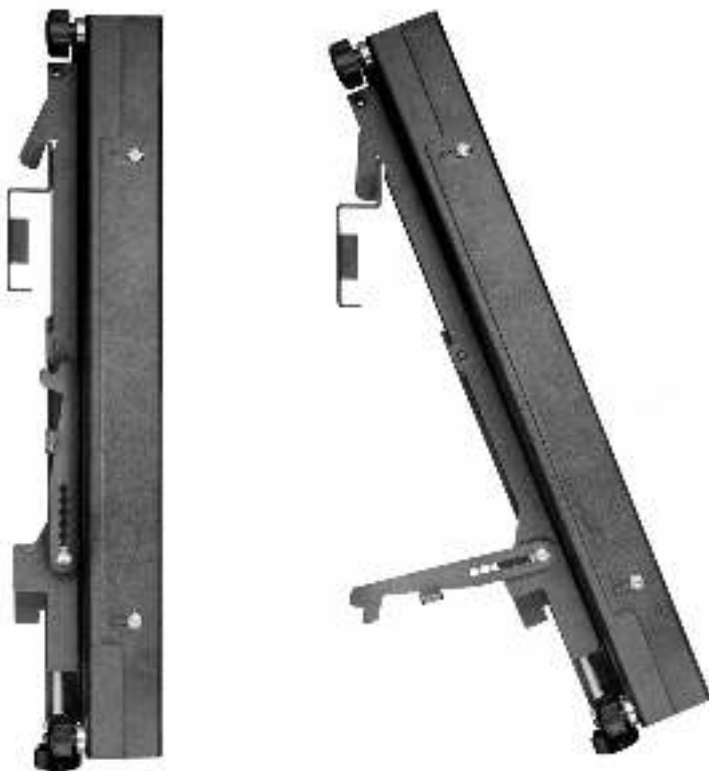

Рис. 3 Кронштейн LB-33FT, положение «для тех. обслуживания»
2. Установите ЖК – панели LD-55213S из типового комплекта VW3355F на подготовленный ранее кронштейн. Проведите юстировку положения панелей с помощью винтов на кронштейне. Далее переведите положение ЖК-панелей на кронштейне в откидное положение для тех. обслуживания (см. рис. 3)